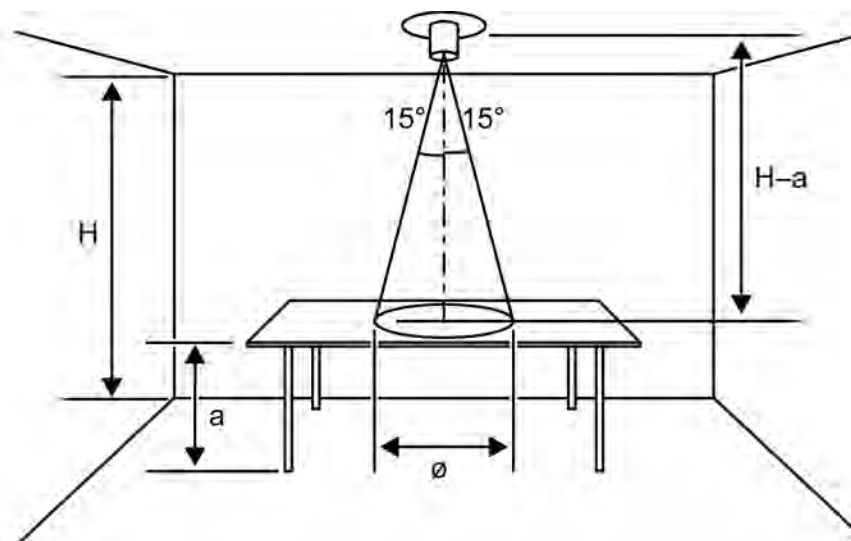

Bild 2: Lichtleitstab mit geradem Lichteinfall
- Den Helligkeitsregler unmittelbar über der Arbeitsfläche an die Raumdecke montieren (Bild 2).
Regler sitzt unmittelbar über der Arbeitsfläche (Bild 2).